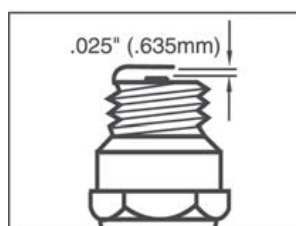

Рис. 18
1. Промежуток свечи зажигания = .025» (.635mm) (Рис. 18).